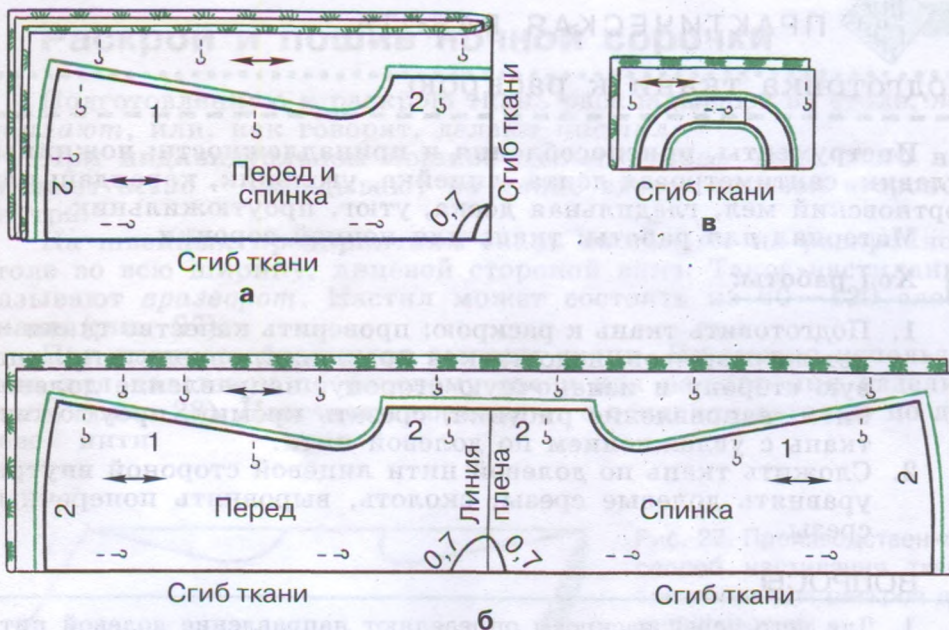

Рис. 29. Варианты раскладки на ткани:
1. Рассмотреть варианты раскладки деталей выкройки ночной сорочки на ткани (рис. 29). Выбрать нужный вариант.
2. Сложить ткань для подкройной обтачки по долевой нити лицевой стороной внутрь, наложить выкройку обтачки к сгибу ткани, приколоть (см. рис. 29, в).